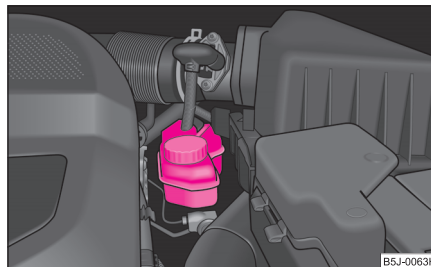

Fig. 160 Compartiment moteur: Réservoir de liquide de frein
- Contrôlez le niveau de liquide de frein dans le réservoir ⇒ **fig. 160**. Celui-ci doit arriver entre les marques « MIN » et « MAX ».